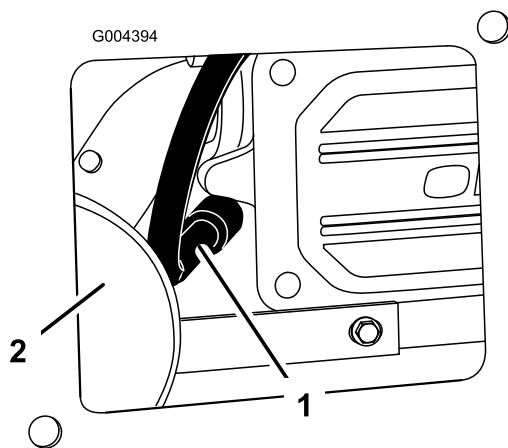

Figura 38
3. Retire el cable de la bujía (Figura 38). Limpie alrededor de la bujía para evitar que entre suciedad en el motor y pueda causar daños.
3. Conecte el cable a la bujía (Figura 38).